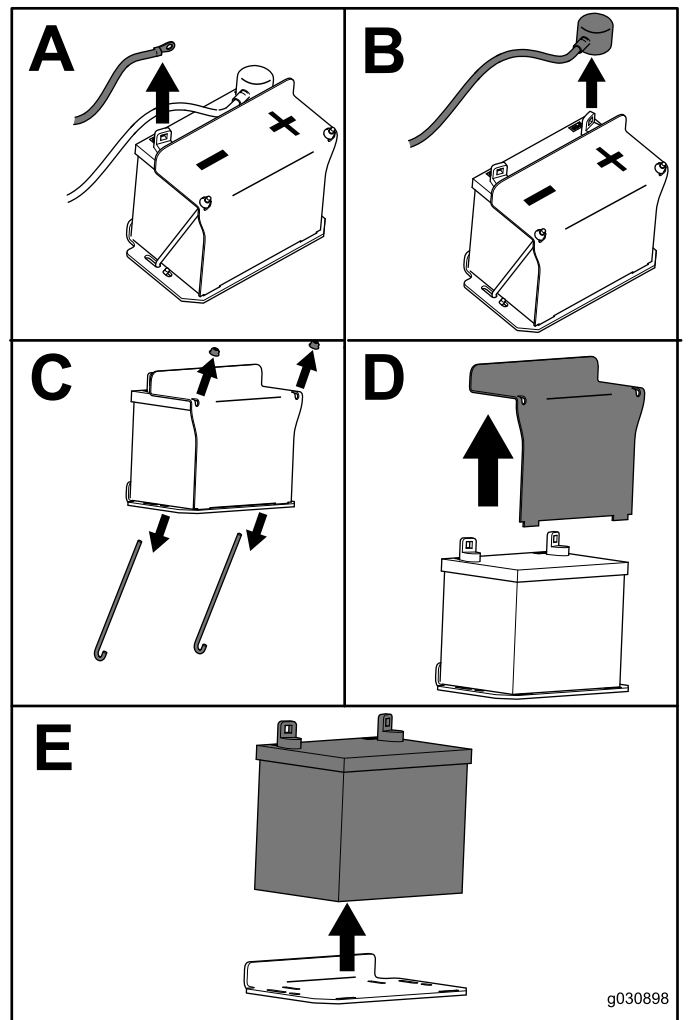

Bild 47
3. Nehmen Sie die Batterie heraus, wie in Bild 47 abgebildet.